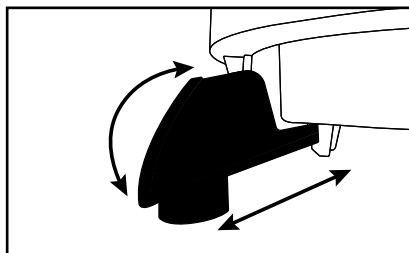

Fig. 1
- Para efeitos de limpeza, retire a saída de sumo **11** do recipiente para sumo **5** (ver fig. 1).